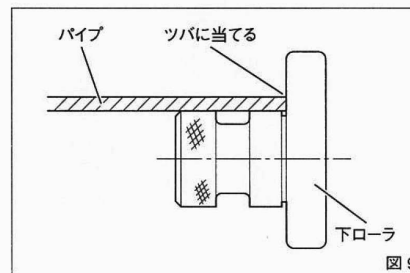

図9
- ・パイプの端面が下ローラのツバに当たるようにセットしてください。ツバから端面がはなれてしまうと正しい溝加工ができません。(図9)